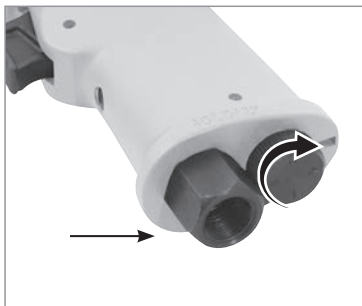

Fig. 6 – Regulador de presión
- Para disminuir la velocidad gire el regulador para el sentido horario (Fig.6);